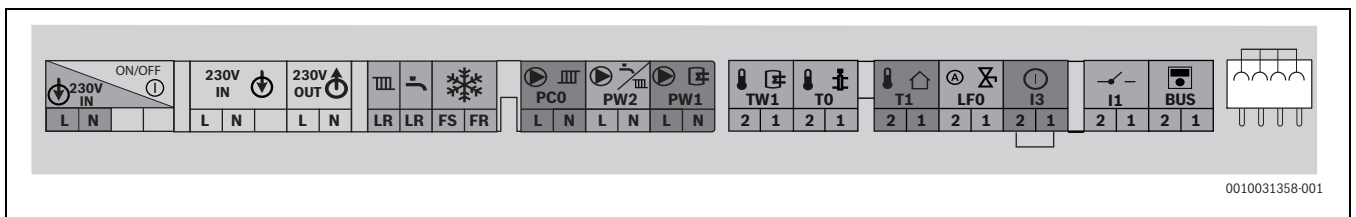

Bild 43 Klemmleiste für externes Zubehör
- ▶ Kabel an der Klemmleiste für externes Zubehör (→ Bild 43) anschließen.